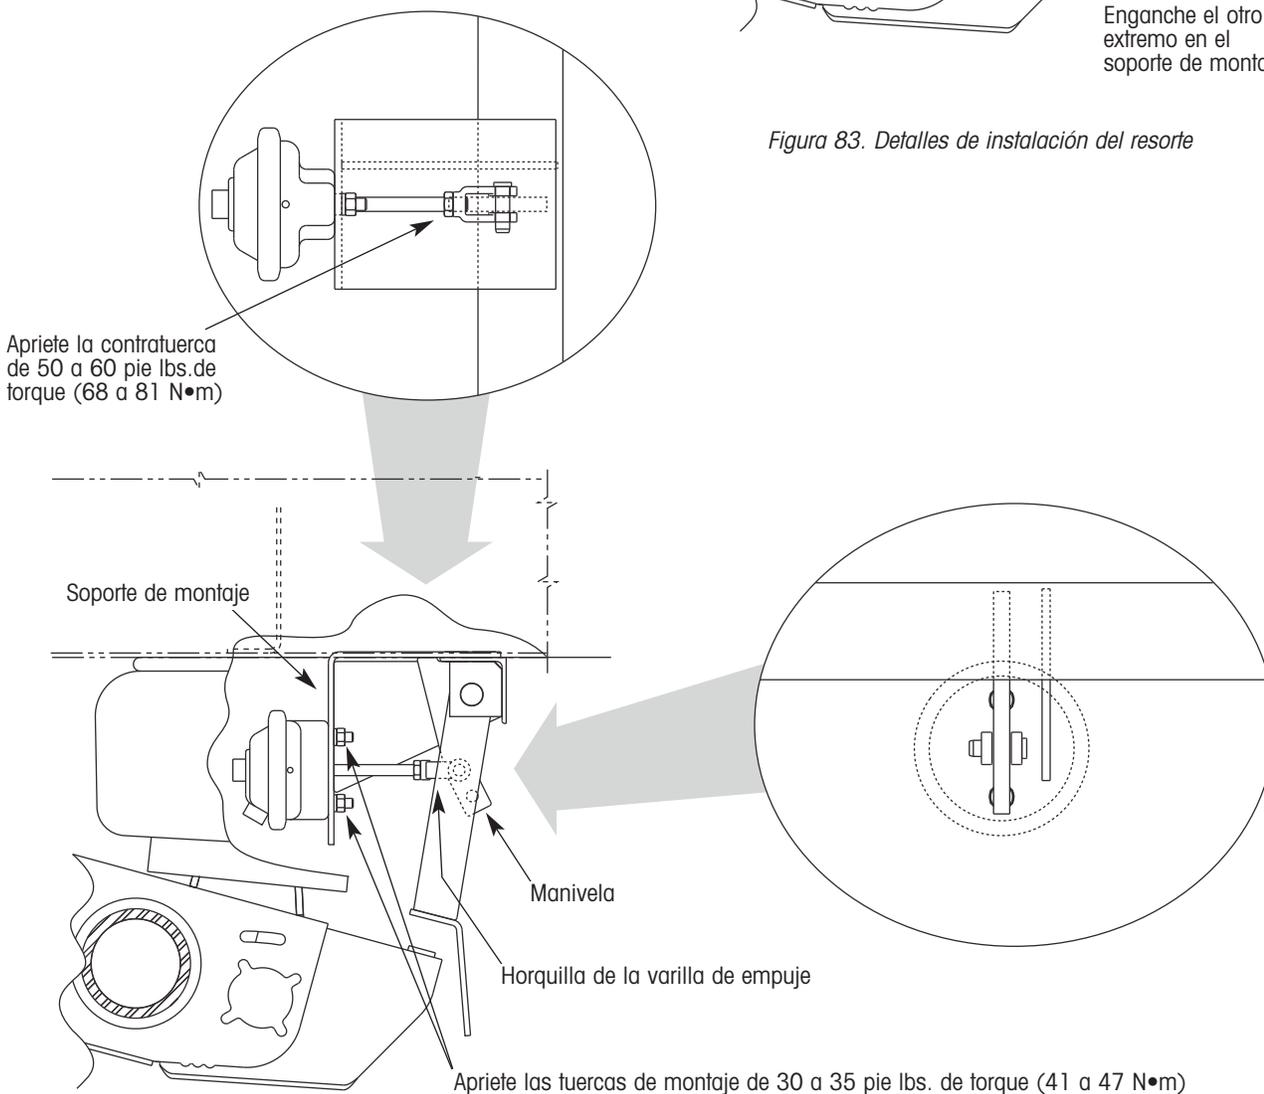

Figura 82. Detalles de instalación del actuador tipo cámara de frenos para INTRAAX® estacionaria
15. Deslice la varilla de empuje de la cámara de frenos a través del soporte de montaje (figura 82). Alinee la horquilla de la varilla de empuje con el agujero superior de la manivela. Inserte el perno de la horquilla a través de la horquilla y la manivela. Asegure el perno de la horquilla con una chaveta.
16. Apriete las tuercas de montaje de la cámara de frenos (figura 82) a un torque de 30 a 35 pie lbs. (41 a 47 N•m). Apriete la contratuerca en la varilla de empuje a un torque de 50 a 60 pie lbs. (68 a 81 N•m).